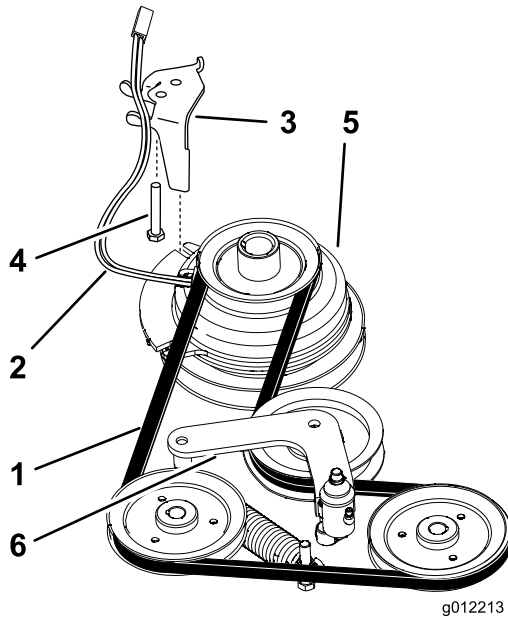

Figura 53
2. Retire el perno del tope del embrague y desconecte el cable eléctrico del embrague (Figura 53).
4. Retire la correa de tracción de las poleas del motor y de la bomba hidráulica (Figura 53).
5. Instale la correa nueva alrededor de las poleas del motor y de la bomba hidráulica (Figura 53).
7. Libere la presión en la polea tensora tensada con muelle (Figura 53).